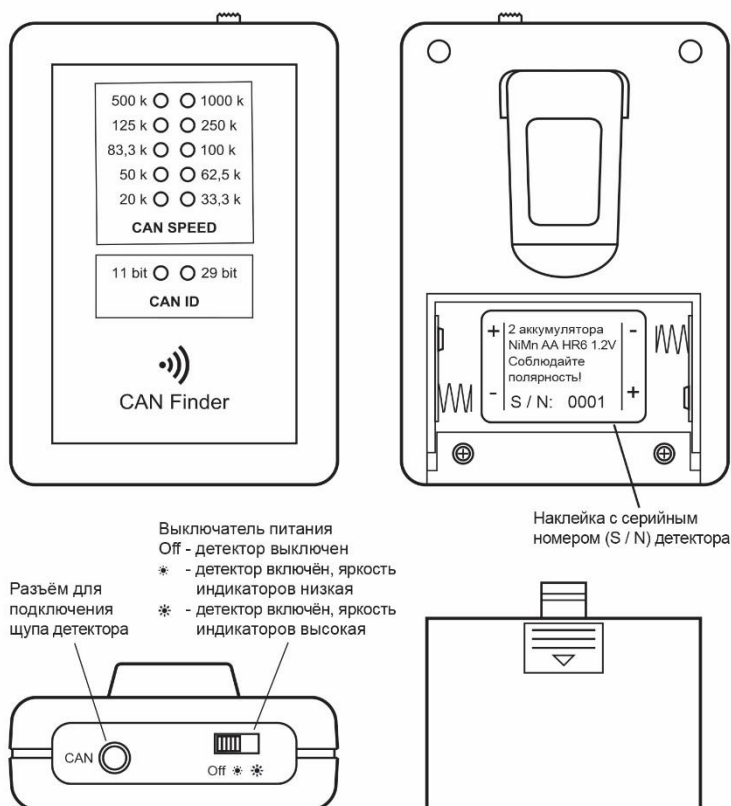

Рис.1. Детектор «CAN Finder».
- вставьте, до упора, разъем бесконтактного щупа в гнездо «CAN», на торцевой панели детектора (Рис. 1);
- включите питание детектора, путем перевода выключателя питания из положения «Off» в положение ☀ (детектор включен/яркость ниже) или в положение ☀☀ (детектор включен/яркость выше) (Рис. 1);